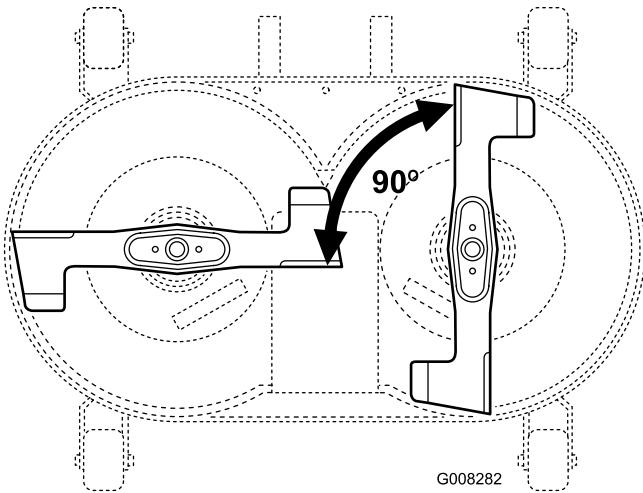

Bild 42
2. Richten Sie die Schnittmesser in einem Winkel von 90° zueinander aus (Bild 42).